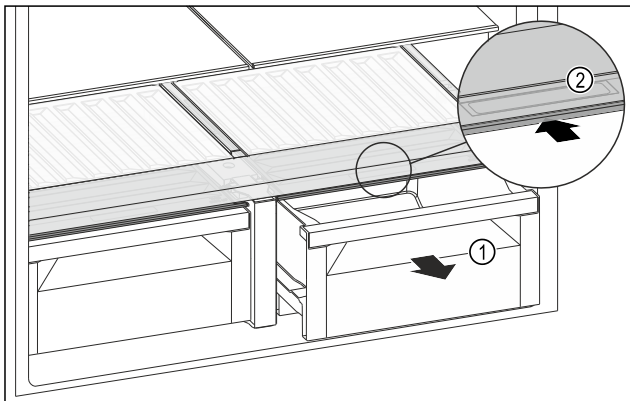

Fig. 143
- ▶ Извлеките выдвижной ящик Fig. 143 (1).
- ▶ Возьмитесь за утепленную ручку Fig. 143 (2) на крышке отделения и одновременно введите крышку отделения назад.